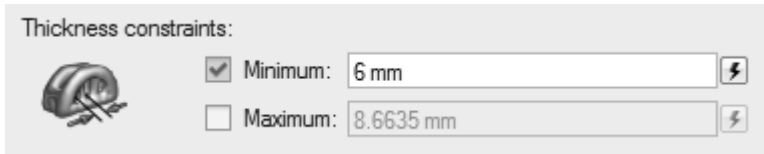

图 7-15
4) 对于厚度约束，确保最小设置为 6 mm，如图 7-15 所示。